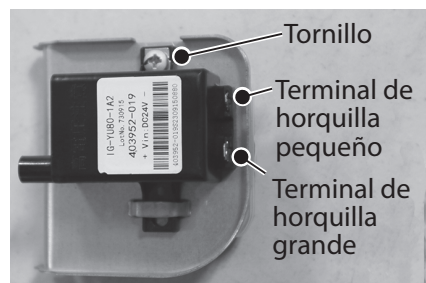

Figura 137 - Desconexión de los cables del conjunto de encendedor
- 23 Desconecte las dos conexiones de terminal de horquilla en la parte trasera del encendedor, y retire el conjunto de encendedor y el soporte del calentador de agua. Consulte la Figura 137.